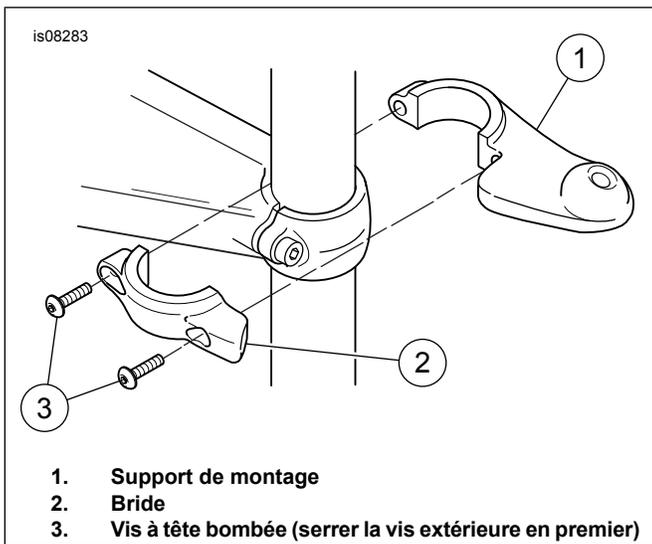

Figure 1. Installer le support de montage sur le tube de fourche (côté droit illustré)
3. Voir Figure 1. Les supports de montage (1) et les colliers (2) correspondent à un côté particulier. Sélectionner le support et collier de droite ou de gauche et les installer sur le tube de fourche en utilisant deux vis à tête bombée (3) du kit.